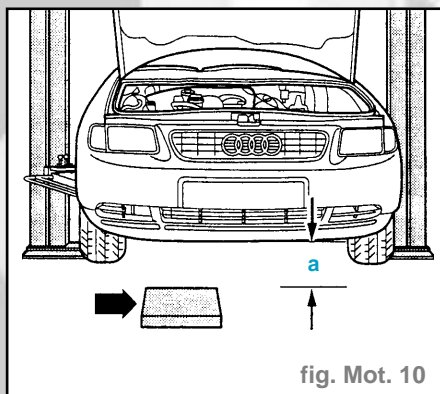

fig. Mot. 10
- Soulever le véhicule à l'aide d'un pont élévateur. Distance pare-chocs/sol  $a = 60 \text{ cm}$  (fig. mot. 10).